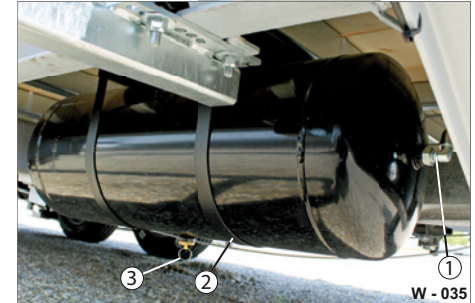

Abb. 35 Fahrgestell-Unterseite
- ▶ Prüfen Sie Verschraubungen (Abb. 35/1) auf Dichtigkeit.
- ▶ Lassen Sie beschädigte Schlauch- und Rohrleitungen (Abb. 35/1) erneuern.